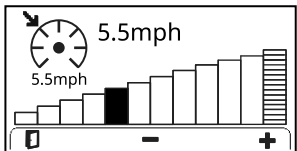

Bild 29
- **Tempomat-Anzeige (Bild 29):** Wird angezeigt, wenn der Tempomat eingeschaltet ist (während Sie sich nicht in einer anderen Menüanzeige befinden) oder wenn Sie bei eingeschaltetem Tempomat die Taste  drücken.